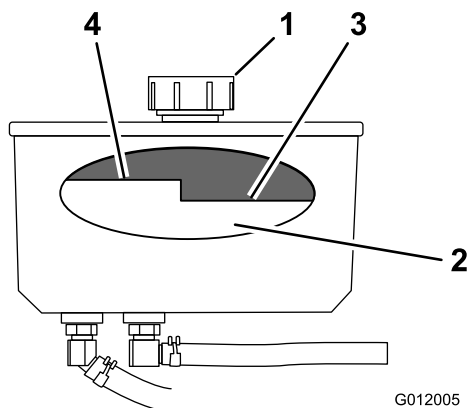

Figure 71
3. Nettoyez la surface autour du bouchon et du goulot de remplissage du réservoir hydraulique (Figure 71).
4. Enlevez le bouchon du goulot de remplissage (Figure 71).
**Remarque:** Lorsque l'huile est chaude, le niveau de liquide doit être en dessous du repère « à chaud » sur le défecteur (Figure 71).